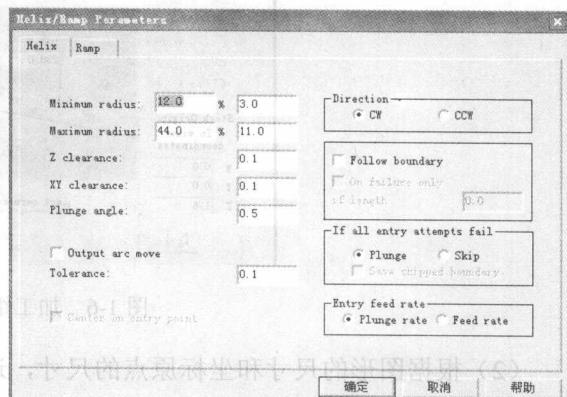

图 1-10 螺旋下刀参数
⑥ 单击 **Entry-helix** 按钮，螺旋下刀参数设置如图 1-10 所示。